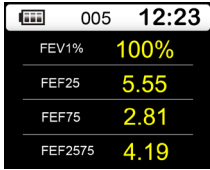

Figure 5 Interface d'autres paramètres
C. Interface d'autres paramètres : affiche quatre paramètres à l'exception du paramètre principal tel que montré dans la Fig.5.
d.Dans l'interface (Main parameter) (paramètre principal), appuyez sur la touche « Up » (Haut) ou « Down » (Bas) pour accéder successivement à (Other parameter) (Autre paramètre) (Flow rate-volume chart) (Diagramme Débit-Volume) (Volume-time chart) (Diagramme Volume-Durée) , comme illustré à la Fig.5, 6, 7. Les quatre interfaces ci-dessus sont les (Main interface) (interfaces principales).